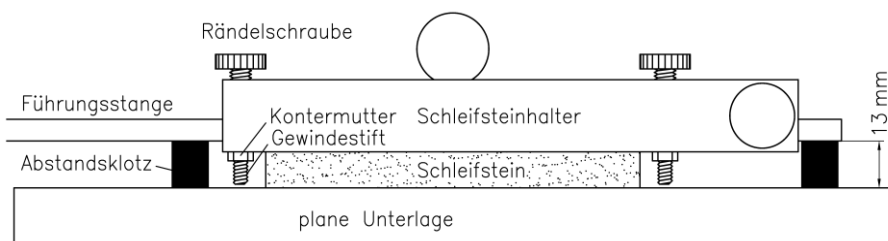

Abb. 10: Justage der Schleifsteinhalter mit Hilfe der Abstandsklötze
Die Führungsstange (13) wird vom Gerät entfernt und alle Stellringe sowie die Federn werden abgenommen. Dann wird die Führungsstange soweit durch den Schleifsteinhalter geschoben, bis sie am Griffende gut 1 cm heraussteht und mit den Rändelschrauben fixiert. Die Kontermuttern an den Gewindestiften werden gelöst und ca. 2-3 Umdrehungen gelockert. Der so vorbereitete Halter mit Stange wird gemäß Abb. 10 auf den Abstandsklötzen platziert.